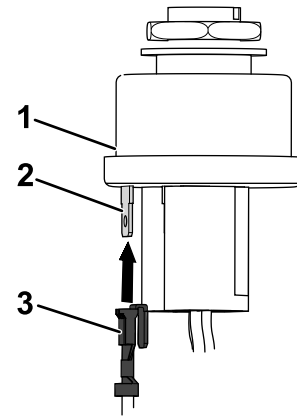

Figure 17
2. Connectez la cosse plate de l'adaptateur du faisceau à la borne C du commutateur d'allumage (Figure 17).